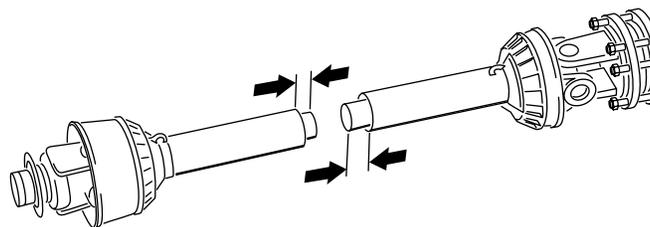

Figura 17
- Separe las dos mitades del árbol de la TDF (Figura 17).
- Mida la distancia desde el extremo de cada tubo a su protector correspondiente (Figura 17).